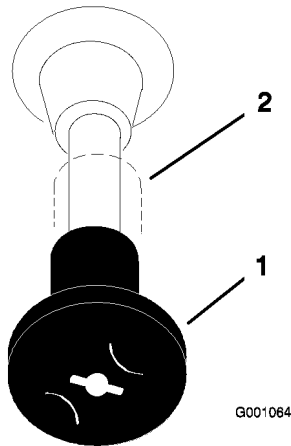

Figura 14
- Si el motor está frío, mueva el control del estárter a la posición **arranque** antes de arrancarlo (Figura 14).
- Después de que el motor arranque, abra el estárter (Figura 14). Si el motor se cala o funciona irregularmente, vuelva a colocar el estárter en Cerrado durante unos segundos, luego mueva la palanca del acelerador al ajuste deseado. Repita este procedimiento tantas veces como sea necesario.